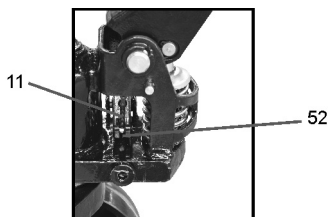

Fig. 4 – encaje de la cadena
c) Encaje la punta (pasador roscado y tuerca "11") de la cadena "10" en la ranura de la barra de ajuste "52" (fig. 4).